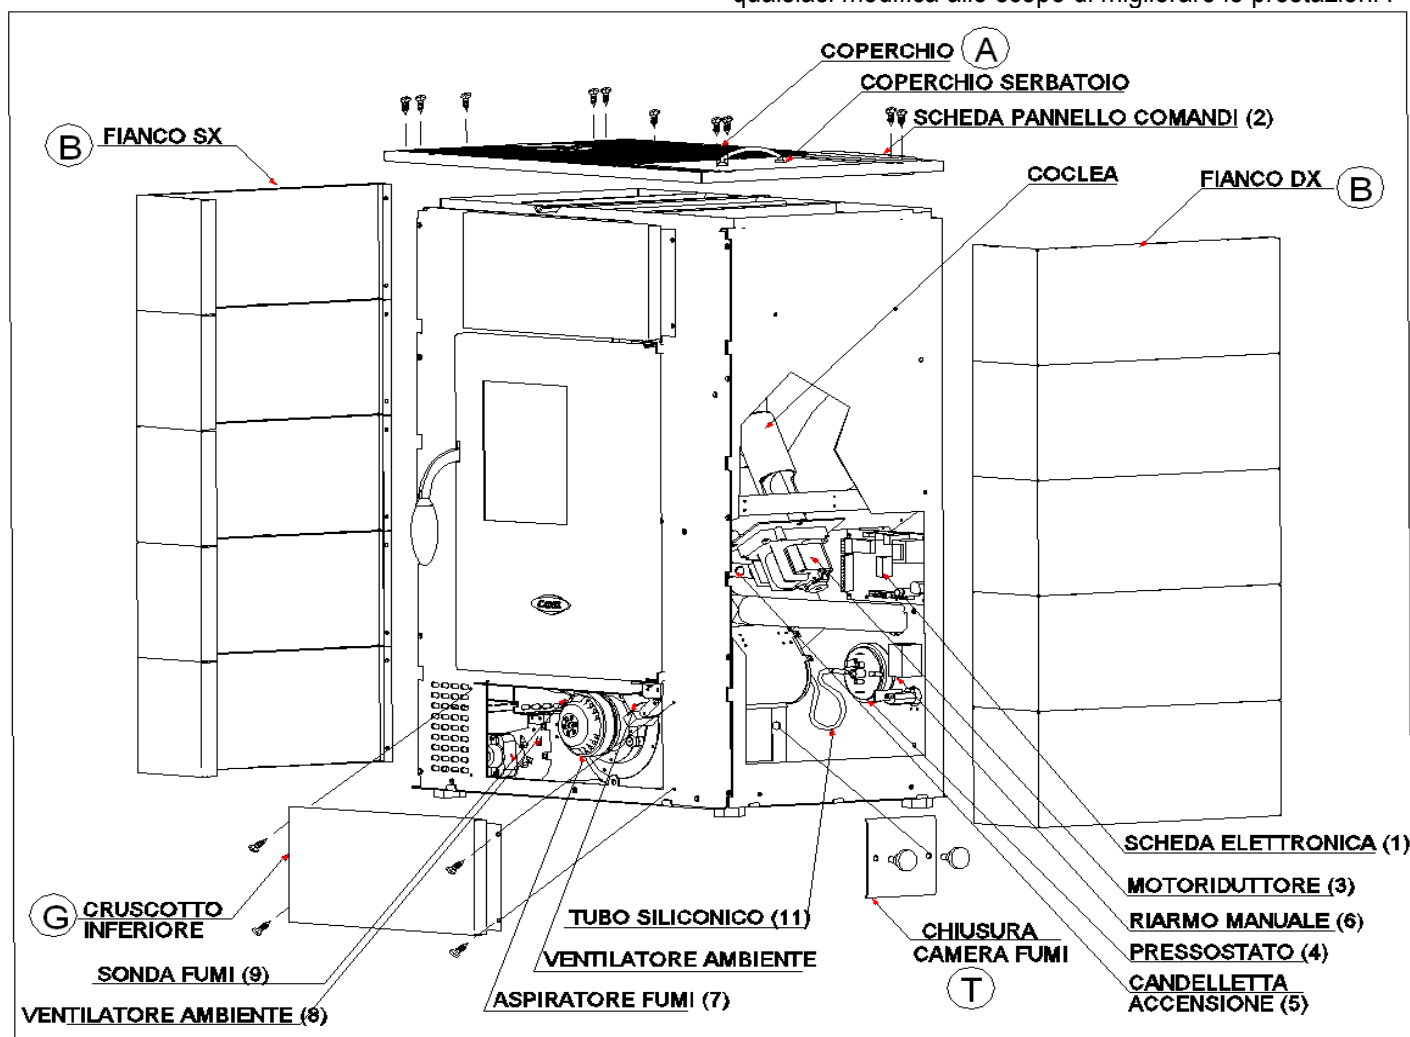

Fig.14
Pulire annualmente il ventilatore ambiente e il ventilatore fumi da cenere o polvere la quale causa uno sbilanciamento e una rumorosita' maggiore (vedi fig.14 pag.19). Data la delicatezza dell'operazione far eseguire tale pulizia da un tecnico specializzato.
Ogni 4 settimane si deve provvedere alla pulizia della camera fumi (vedi fig.14).
- C) Togliere il fianco dx (vedi pag.19 fig.14). e aprire lo sportellino.
Diamo alcune indicazioni per il tecnico da adoperarsi per accedere alle parti meccaniche della stufa, procedere come segue (vedi fig.14):
- Svitare completamente le 10 viti del coperchio(A) (vedi fig.14), alzarlo e spostarlo a destra e a sinistra per poter sfilare i fianchi B dx e sx.
- Svitare le 4 viti del cruscotto inferiore (G) Dopo queste operazioni e' possibile accedere ai seguenti componenti: motoriduttore (3) ,candelletta accensione (5), ventilatore ambiente (8), aspiratore fumi (7), sonda ambiente (10), sonda fumi (9), riarmo manuale (6) , scheda elettronica (1), pressostato (4).
- Per la sostituzione e/o pulizia della coclea di carico , e' necessario svitare i tre bulloni del motoriduttore (3) e sfilarlo, svitare le due viti sotto il motoriduttore della coclea, togliere la protezione mani interna al serbatoio, poi svitare il bullone interno della coclea, per il rimontaggio procedere in senso contrario .